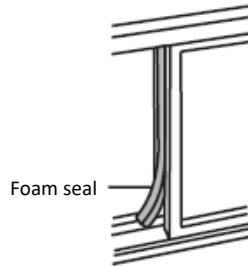

Fig.15
5. Prisni mbrotjtësin e butë/ foam seal në një gjatësi të përshtatshme dhe mbyllni hapësirën e hapur midis brezit të sipërm të dritares dhe brezit të jashtëm të dritares. Siç tregohet në Fig.15.